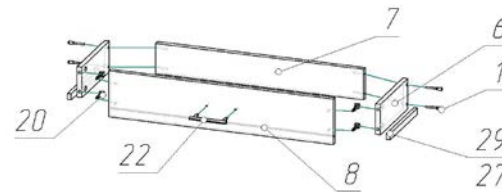

Рис.2 Сборка ящика
- Собрать корпус обувницы по рисунку 1 при помощи винтов-конфирматов (18) и эксцентриковых стяжек (20).
- Собрать корпус ящика по рис. 2 при помощи винтов-конфирматов (18) и эксцентриковых стяжек (20).
- Выверить прямоугольность корпуса обувницы и корпуса ящика (равные диагонали). Соединить две задние стенки (15, 16) профилем (32). Закрепить задние стенки (15, 16, 17) к корпусу обувницы согласно рисунку 4 гвоздями (28).